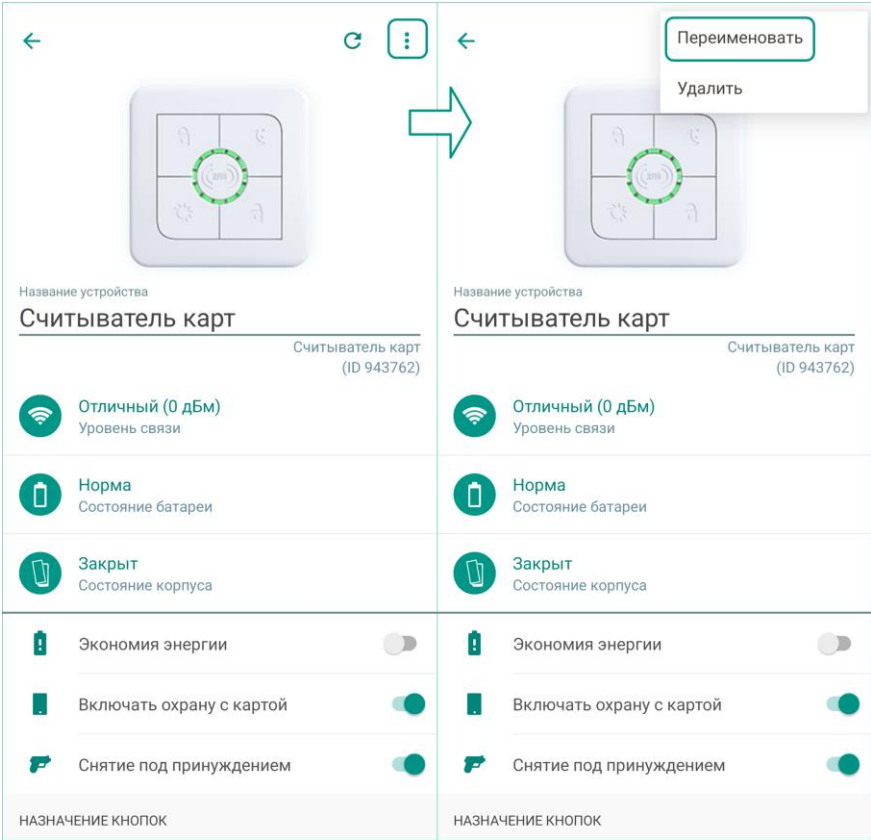

Рисунок 13.2 — Вызов меню на экране настройки радиоустройства
1. Откройте экран настройки радиоустройства в приложении (см. рисунок 13.2).